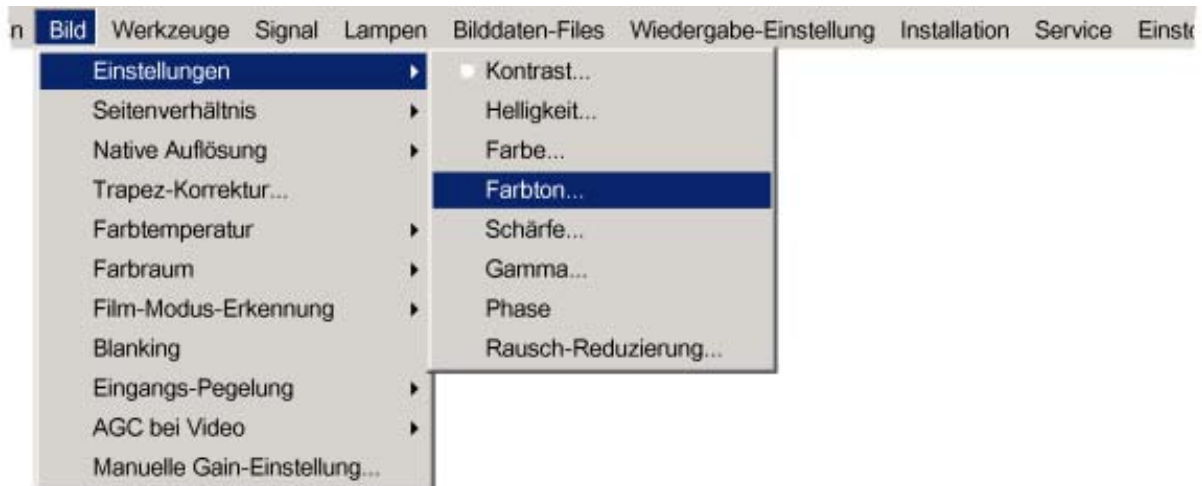

Abbildung 8-6
1. Drücken Sie die Taste **MENU**, um die Menüleiste zu aktivieren. (Abbildung 8-6)